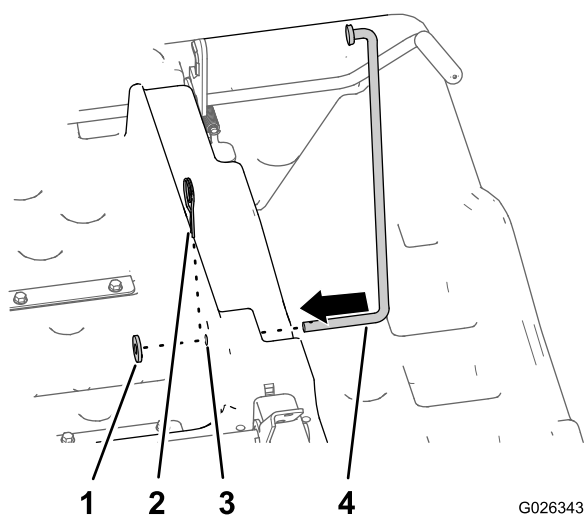

Figure 13
1. Insérez la longue tige de la béquille dans le trou horizontal de 12,7 mm sur le côté inférieur droit du plateau (Figure 13).
2. Alignez une rondelle (1/2 po) sur la longue tige de la béquille et fixez la béquille au plateau avec une goupille fendue (Figure 13).